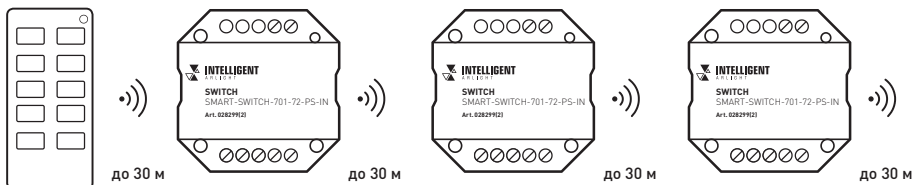

Рис. 3. Ретрансляция сигнала от пульта ДУ
3.9. Все устройства автоматически ретранслируют сигнал от пульта ДУ или панели управления (рис. 3). Расстояние между выключателями на открытом пространстве может достигать 30 м.